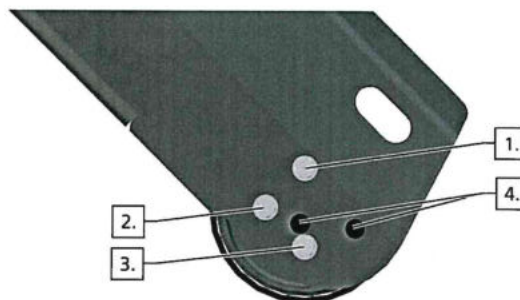

Abbildung 22: Schrauben / Scheiben lösen bzw. demontieren
▪ Andrückwalze immer mit geeigneten und zugelassenen Hebe-/Anschlagmittel gegen Herabfallen sichern. ▪ Schraube Pos.1 nur lösen und nicht herausdrehen (siehe Abbildung 22, Seite 15)
- Die Schraube Pos. 1 (siehe Abbildung 22, Seite 15) lösen und nur soweit herausdrehen, dass sich die Andrückwalze nach dem nächsten Arbeitsschritt frei bewegen lässt.
- Nun die Schrauben und Scheiben Pos. 2 und Pos. 3 (siehe Abbildung 22, Seite 15) herausdrehen.
- Die Stopfen Pos. 4 (siehe Abbildung 22, Seite 15) abnehmen.